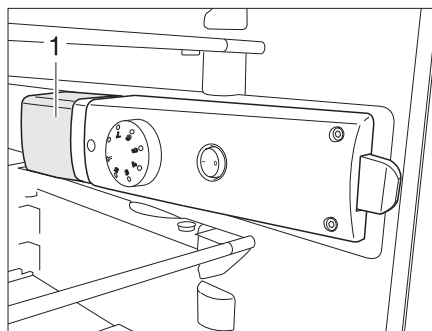

Fig. 269 Lampe du réfrigérateur
- De l'arrière, saisir en dessous du cache de luminaire (Fig. 269,1) et soulever le cache de luminaire d'env. 3 mm.